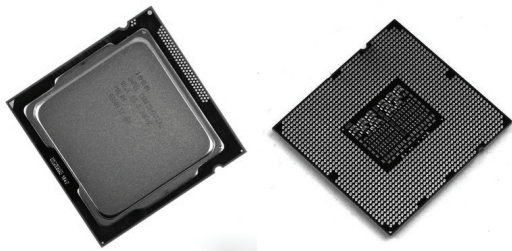

图 2-23 采用 LGA 1150 接口的英特尔 i7 处理器
① 安装 CPU 和散热风扇。图 2-23 所示是采用 LGA 1150 接口的英特尔 i7 处理器。无论是入门级处理器，还是中高端处理器，目前市场上主流 Intel CPU 其接口均为 LGA 封闭结构触点式设计，安装方式完全一致。